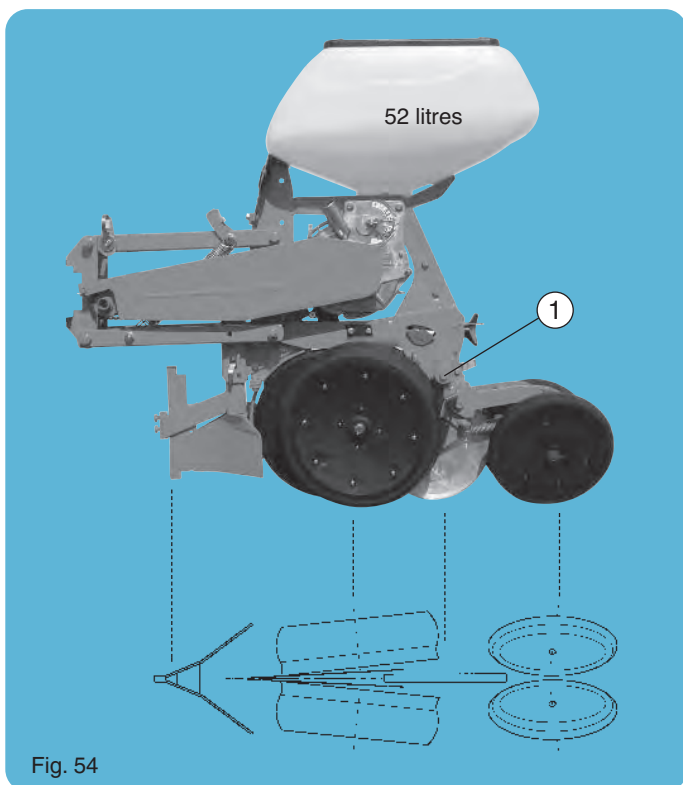
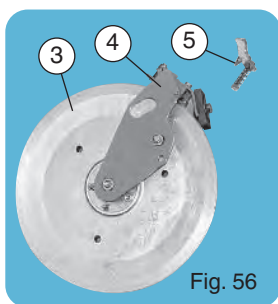

Fig. 54
Fig. 56
- 1 wheel (3) on its bracket (4) with scraper and bolts
- 1 retracting latch (5) (fig. 56)
- With planter hitched, remove the side gauge wheels with arms by using the screws (1) (fig. 54)
- 1 koła (3) na uchwycie (4) ze skrobakiem i śrubami mocującymi,
- 1 płytki oporowej do unoszenia koła PRO (5) (fig. 56).
- Możliwe jest użycie redliczki długiej w krótkimi uszkami, ref. 7065b wraz z kołem PRO, w tym celu:
- Po podłączeniu siewnika ściągnąć koła boczne z ramionami, mocowanymi za pomocą zawleczek (1), (fig. 54).
- 1 roată (3) pe cadrul său (4), cu răzuitor și bolțuri
- 1 clichet de retractare (5) (fig. 56).
- Cu roata PRO se poate folosi vârful lung (ref. 7065b). Pentru asta:
- Cu semănătoarea cuplată, îndepărtați roțile laterale de calibrare împreună cu brațele lor prin desfacerea șuruburilor (1) (fig. 54)